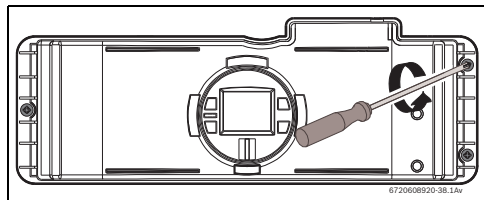
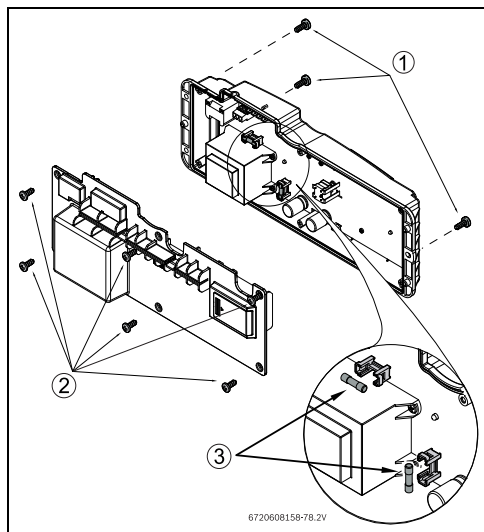

Рис. 56
Рис. 57 Положение предохранителей
- отпустите три винта на блоке управления (Рис. 56 , Рис. 57 , поз. 2).
- Отпустите шесть винтов на задней крышке блока управления, см. Рис. 57 , поз.2.
- ▶ Ослабьте три винта блока управления (Рис. 56).